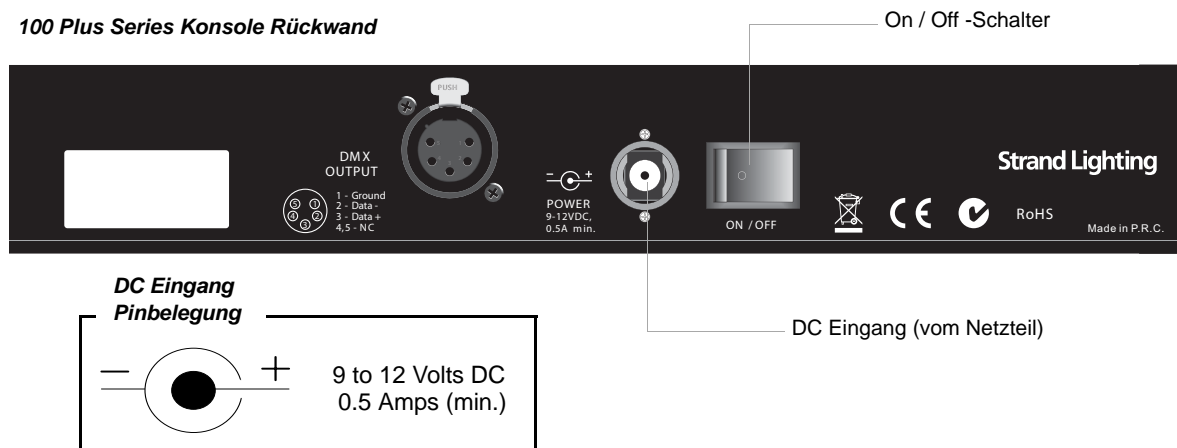

Abbildung 3: 100 Plus Series Konsole Stromversorgung
- Step 1. Der in **Abbildung 3**, gezeigte Netzschalter muss auf OFF stehen.